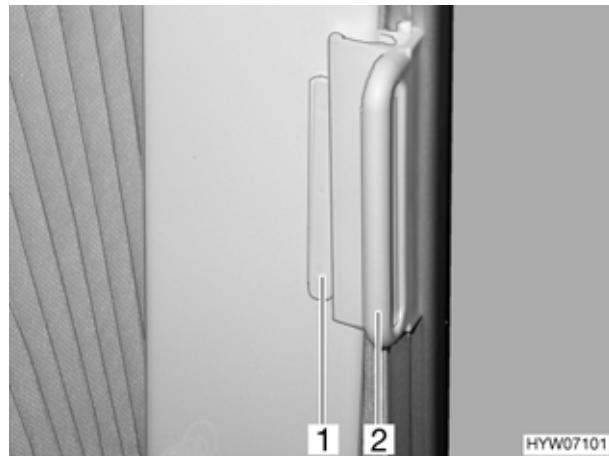

Bild 64 Faltverdunklung, geöffnet
- Die Faltverdunklungen für das Fahrerfenster und das Beifahrerfenster aufschieben und den Führungsgriff (Bild 64,2) auf den Aufsatz (Bild 64,1) schieben.